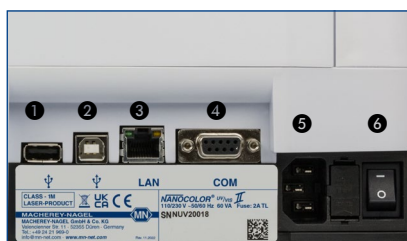
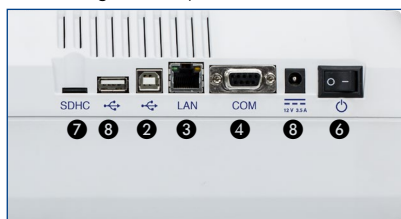

Fig. 1: Vista posteriore UV/VIS II
Fig. 2: Vista posteriore VIS II
Il NANOCOLOR® UV/VIS II richiede una tensione di 110/230 V (~ 50/60 Hz). Inserire lo spinotto dell'alimentatore nella porta di alimentazione (Fig. 1 ⑤) sul lato posteriore dell'apparecchio.
Il NANOCOLOR® VIS II richiede una tensione di 12 V (min. 3,5A). Inserire l'adattatore di corrente corrispondente sull'unità di alimentazione e infine collegare l'alimentatore alla porta di alimentazione (Fig. 2 ⑤) sul lato posteriore dell'apparecchio: Inserire la spina in una presa elettrica.
- ① Porta USB A
- ② Porta USB B
- ③ Interfaccia Ethernet (LAN)
- ④ Interfaccia RS 232
- ⑤ Porta di alimentazione 110/230 V (~ 50/60 Hz)
- ⑥ Interruttore On/Off
L'interruttore On/Off del NANOCOLOR[®] UV/VIS II (Fig. 1 6) / NANOCOLOR[®] VIS II (Fig. 2 6) si trova sul lato posteriore dell'apparecchio. Accendere l'apparecchio. Dopo l'accensione compare una schermata di avvio che mostra il logo del fabbricante. L'apparecchio esegue un test di funzionamento di circa 1 minuto. Al termine del test di funzionamento un pop-up visualizza il risultato del test. Premendo  o  si accede alla schermata iniziale dell'apparecchio. A questo punto l'apparecchio è pronto all'uso. Questo stato viene visualizzato nell'angolo in alto a sinistra del display con un'icona di stato UV/VIS II / VIS II. Se è verde, l'apparecchio è pronto all'uso. Se è di colore rosso, l'apparecchio non è pronto all'uso oppure è in corso una misurazione